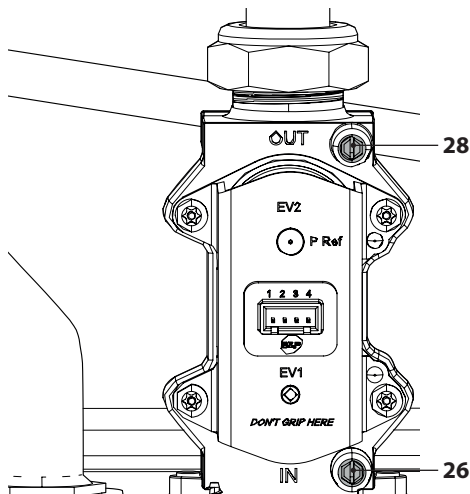

Figura 7.1
- A caldaia spenta (fuori servizio), controllare la pressione di alimentazione utilizzando la presa 26 in Figura 7.1 e confrontare il valore letto con quelli riportati nella tabella Pressioni di alimentazione gas nella sezione "Dati tecnici IDROCOND 16-16 HS" a pag. 24, "Dati tecnici IDROCOND 20-25 HS" pag. 27 e "Dati tecnici IDROCOND 30-35 HS" pag. 30.
- Richiudere bene la presa di pressione 26 in Figura 7.1.